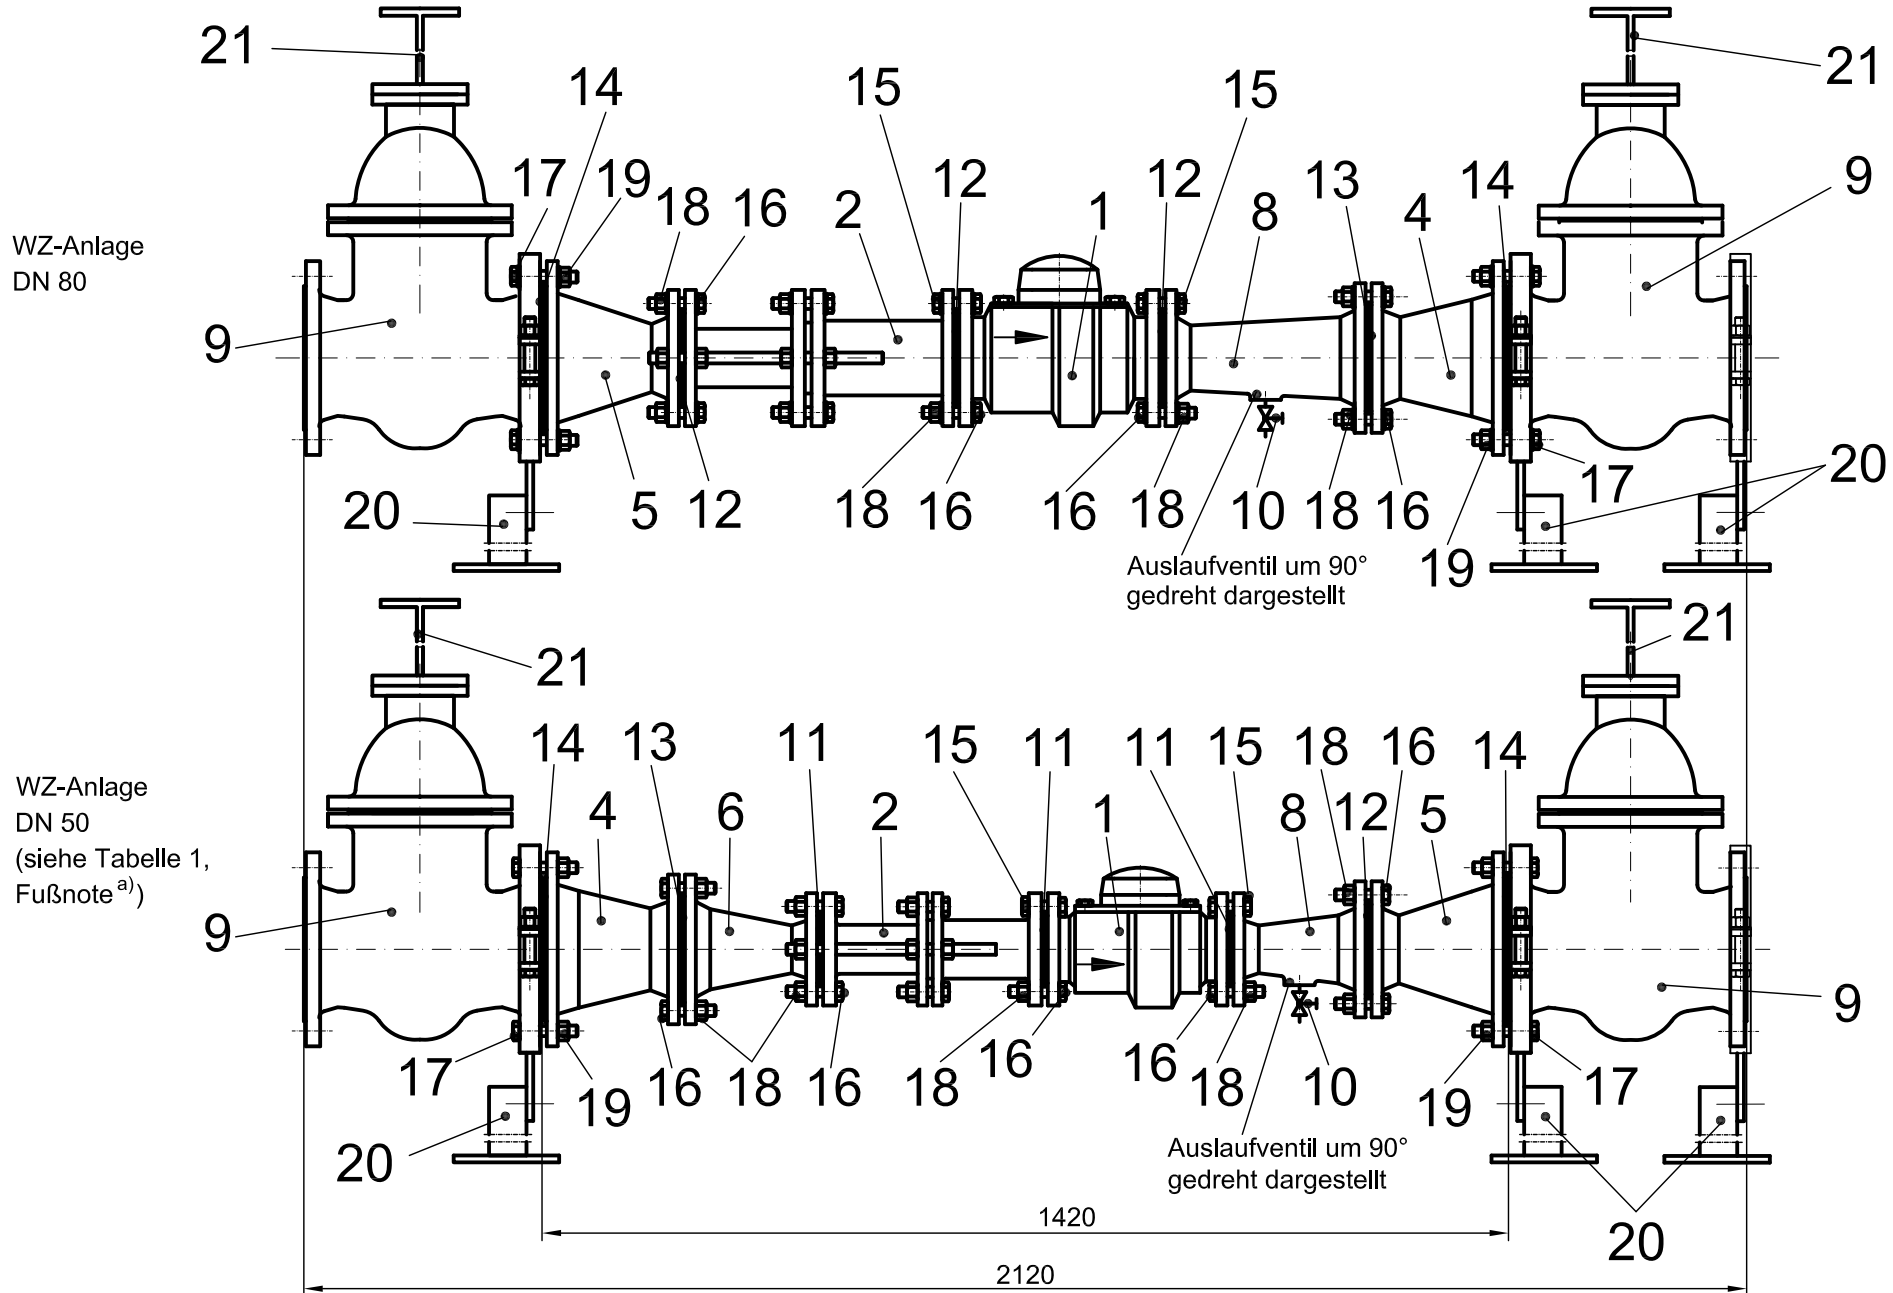
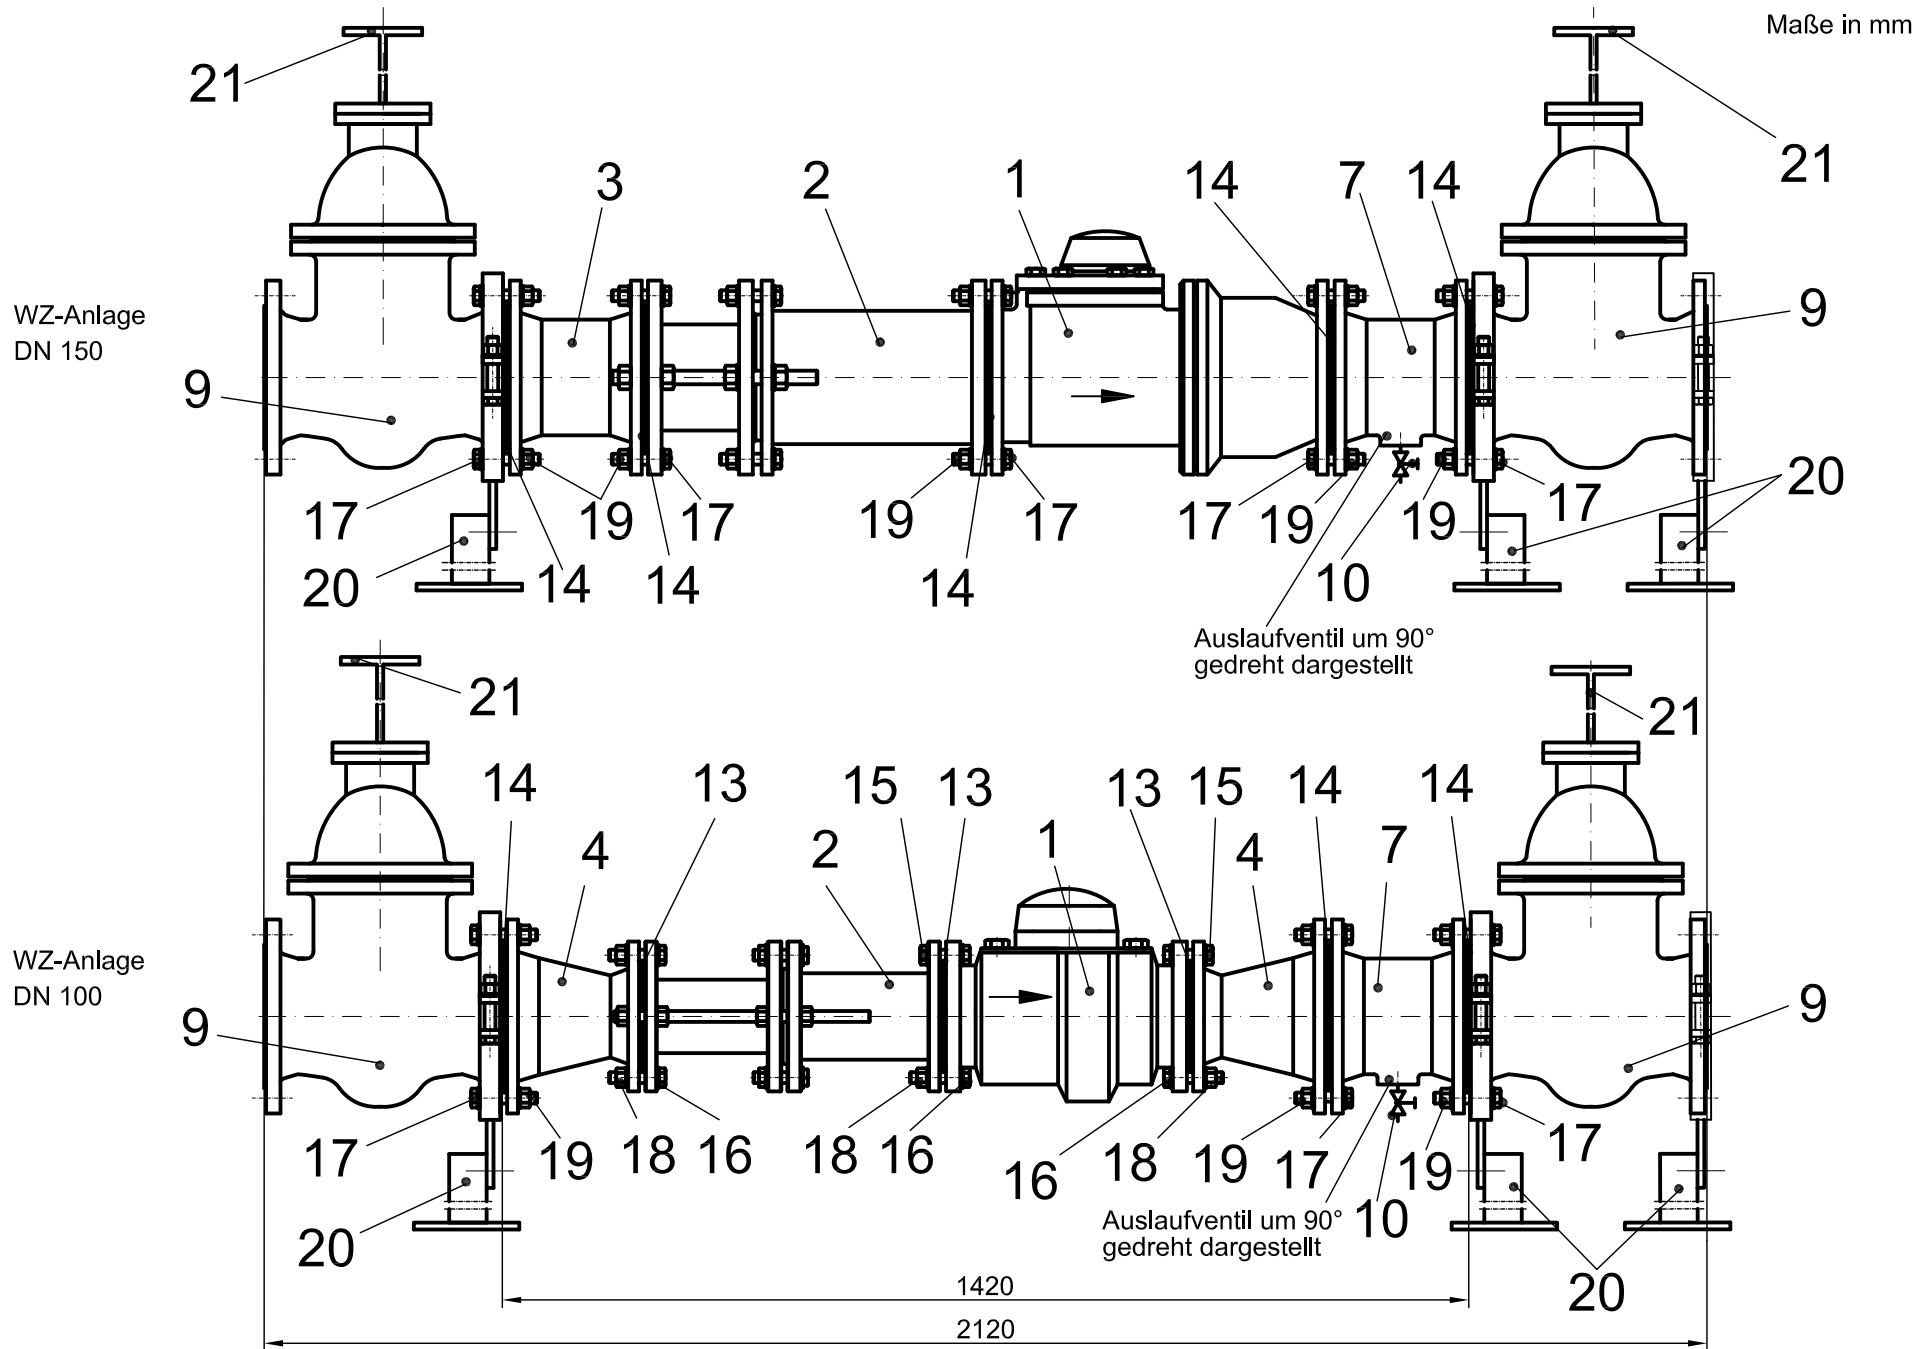

Bild 1 – Aufbau und Maße von Großwasserzähler-Anlagen DN 50 und DN 80 für Anschlussleitungen DN 150, DN 200, DN 300 und DN 400 (Prinzipskizze)
Bild 2 – Aufbau und Maße von Großwasserzähler-Anlagen DN 100 und DN 150 für Anschlussleitungen DN 150, DN 200, DN 300 und DN 400 (Prinzipiskizze)
- c) Umgehungszähler aus Bild 1 und Bild 2 entfernt, da dieser Bautyp (Einstrahlzähler) nur noch ohne Umgehungszähler hergestellt wird.